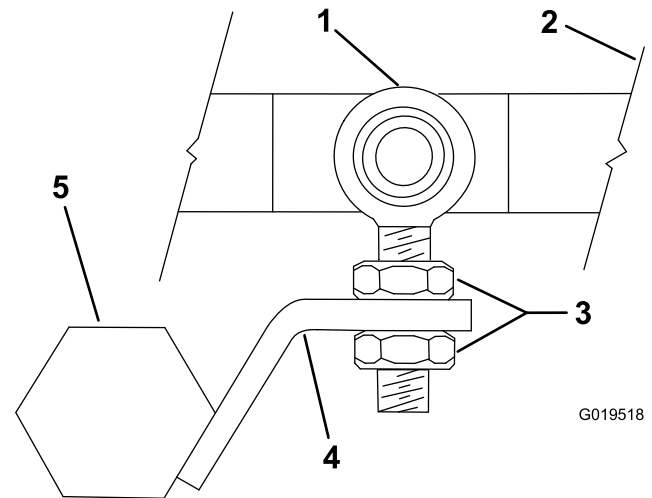

Figura 33
8. Afloje las contratuercas de la pala (Figura 33).